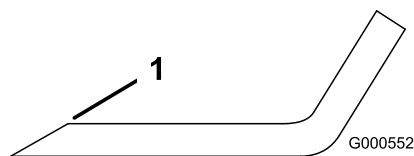

Figure 52
1. Au moyen d'une lime, aiguissez les tranchants à chaque bout de la lame (Figure 52).
Remarque: Si la lame est déséquilibrée, limez un peu l'extrémité de la partie relevée seulement (Figure 52).